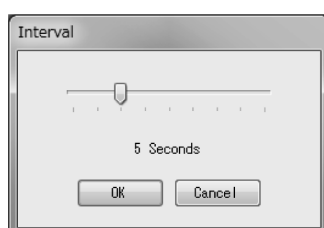

図19
- ② ツールバーの🕒ボタン、またはメニューの「Chart and Recording」-「Interval」をクリックすると図19のウィンドウが表示され、チャート表示の更新周期、ロギング周期を設定することができます。